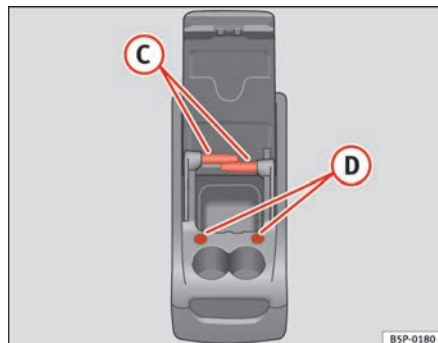

Fig. 114 Cassetto portaoggetti estraibile. Funzioni
Per utilizzare il tavolo (C) ⇒ fig. 114 estrarlo dal suo alloggiamento nel lato del cassetto portaoggetti estraibile e collocarlo nel suo alloggiamento (D) ⇒ fig. 114 nella parte anteriore del cassetto portaoggetti estraibile.